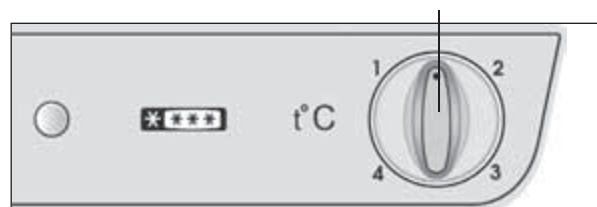

Figura 3 — Reglarea temperaturii
1.4 Elementul de reglare a temperaturii din frigider, în conformitate cu Figura 3 este butonul de reglare a temperaturii, care se află deasupra CF. Butonul se rotește în sensul acelor de ceasornic sau în sensul contrar al acestora și se fixează cu indicatorul la diviziunea dorită. Diviziunea "1" corespunde celei mai joase setări de temperatură (răcire minimă) în camera frigorifică, diviziunea "4" — celei mai înalte setări de temperatură (răcire maximă).
Deschideți ușa CF. La prima conectare este recomandat să fixați indicatorul butonului la diviziunea "2" sau 3" în conformitate cu Figura 3. Închideți ușa CF.